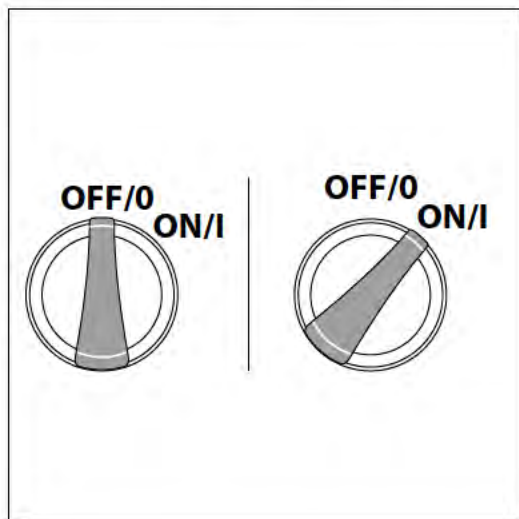

Fig. 18
- Asegúrese de que el interruptor "ON/OFF" esté en la posición "OFF". El interruptor de alimentación tiene símbolos internacionales de 'on' y 'off': En (I) Off (O), **(Fig. 18)**.